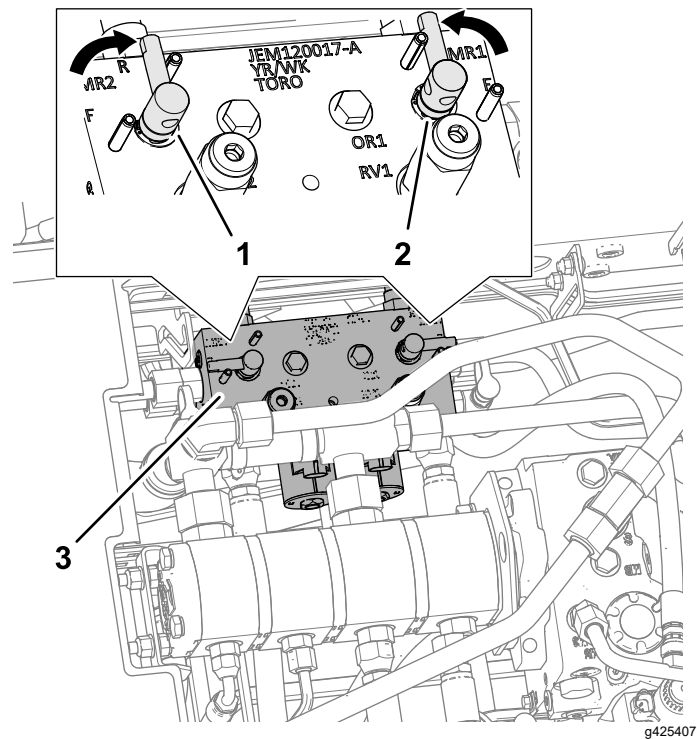

Figura 109
4. Desenganche y levante el asiento para tener acceso al distribuidor de la segadora (Figura 109).
5. Mueva la palanca de autoafilado a la posición R (autoafilado) (Figura 109).